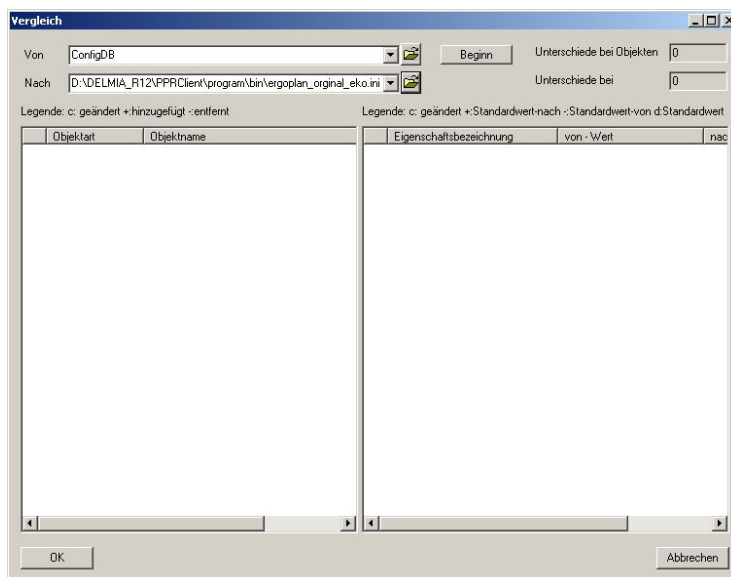

Abbildung 45: Dialog Vergleich beim ersten Öffnen
- ⇒ Es öffnet sich ein Dialog, in dem Sie die beiden Konfigurations-Dateien in den beiden Feldern *Von* und *Nach* auswählen, die Sie miteinander vergleichen wollen. Siehe auch Abbildung 45.